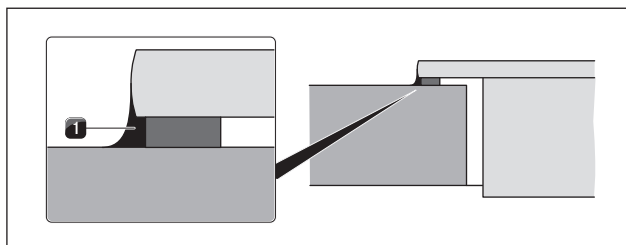

bild 4.46 Silikonfogmassa vid ytmontering
- ▶ Klistra fast de i leveransen bifogade typskyltarna för munstyckesetet på lämpligt ställe över typskyltarna för munstyckesetet på undersidan av spishällen (se bild 4.46) och på näst sista sidan i bruksanvisningen.